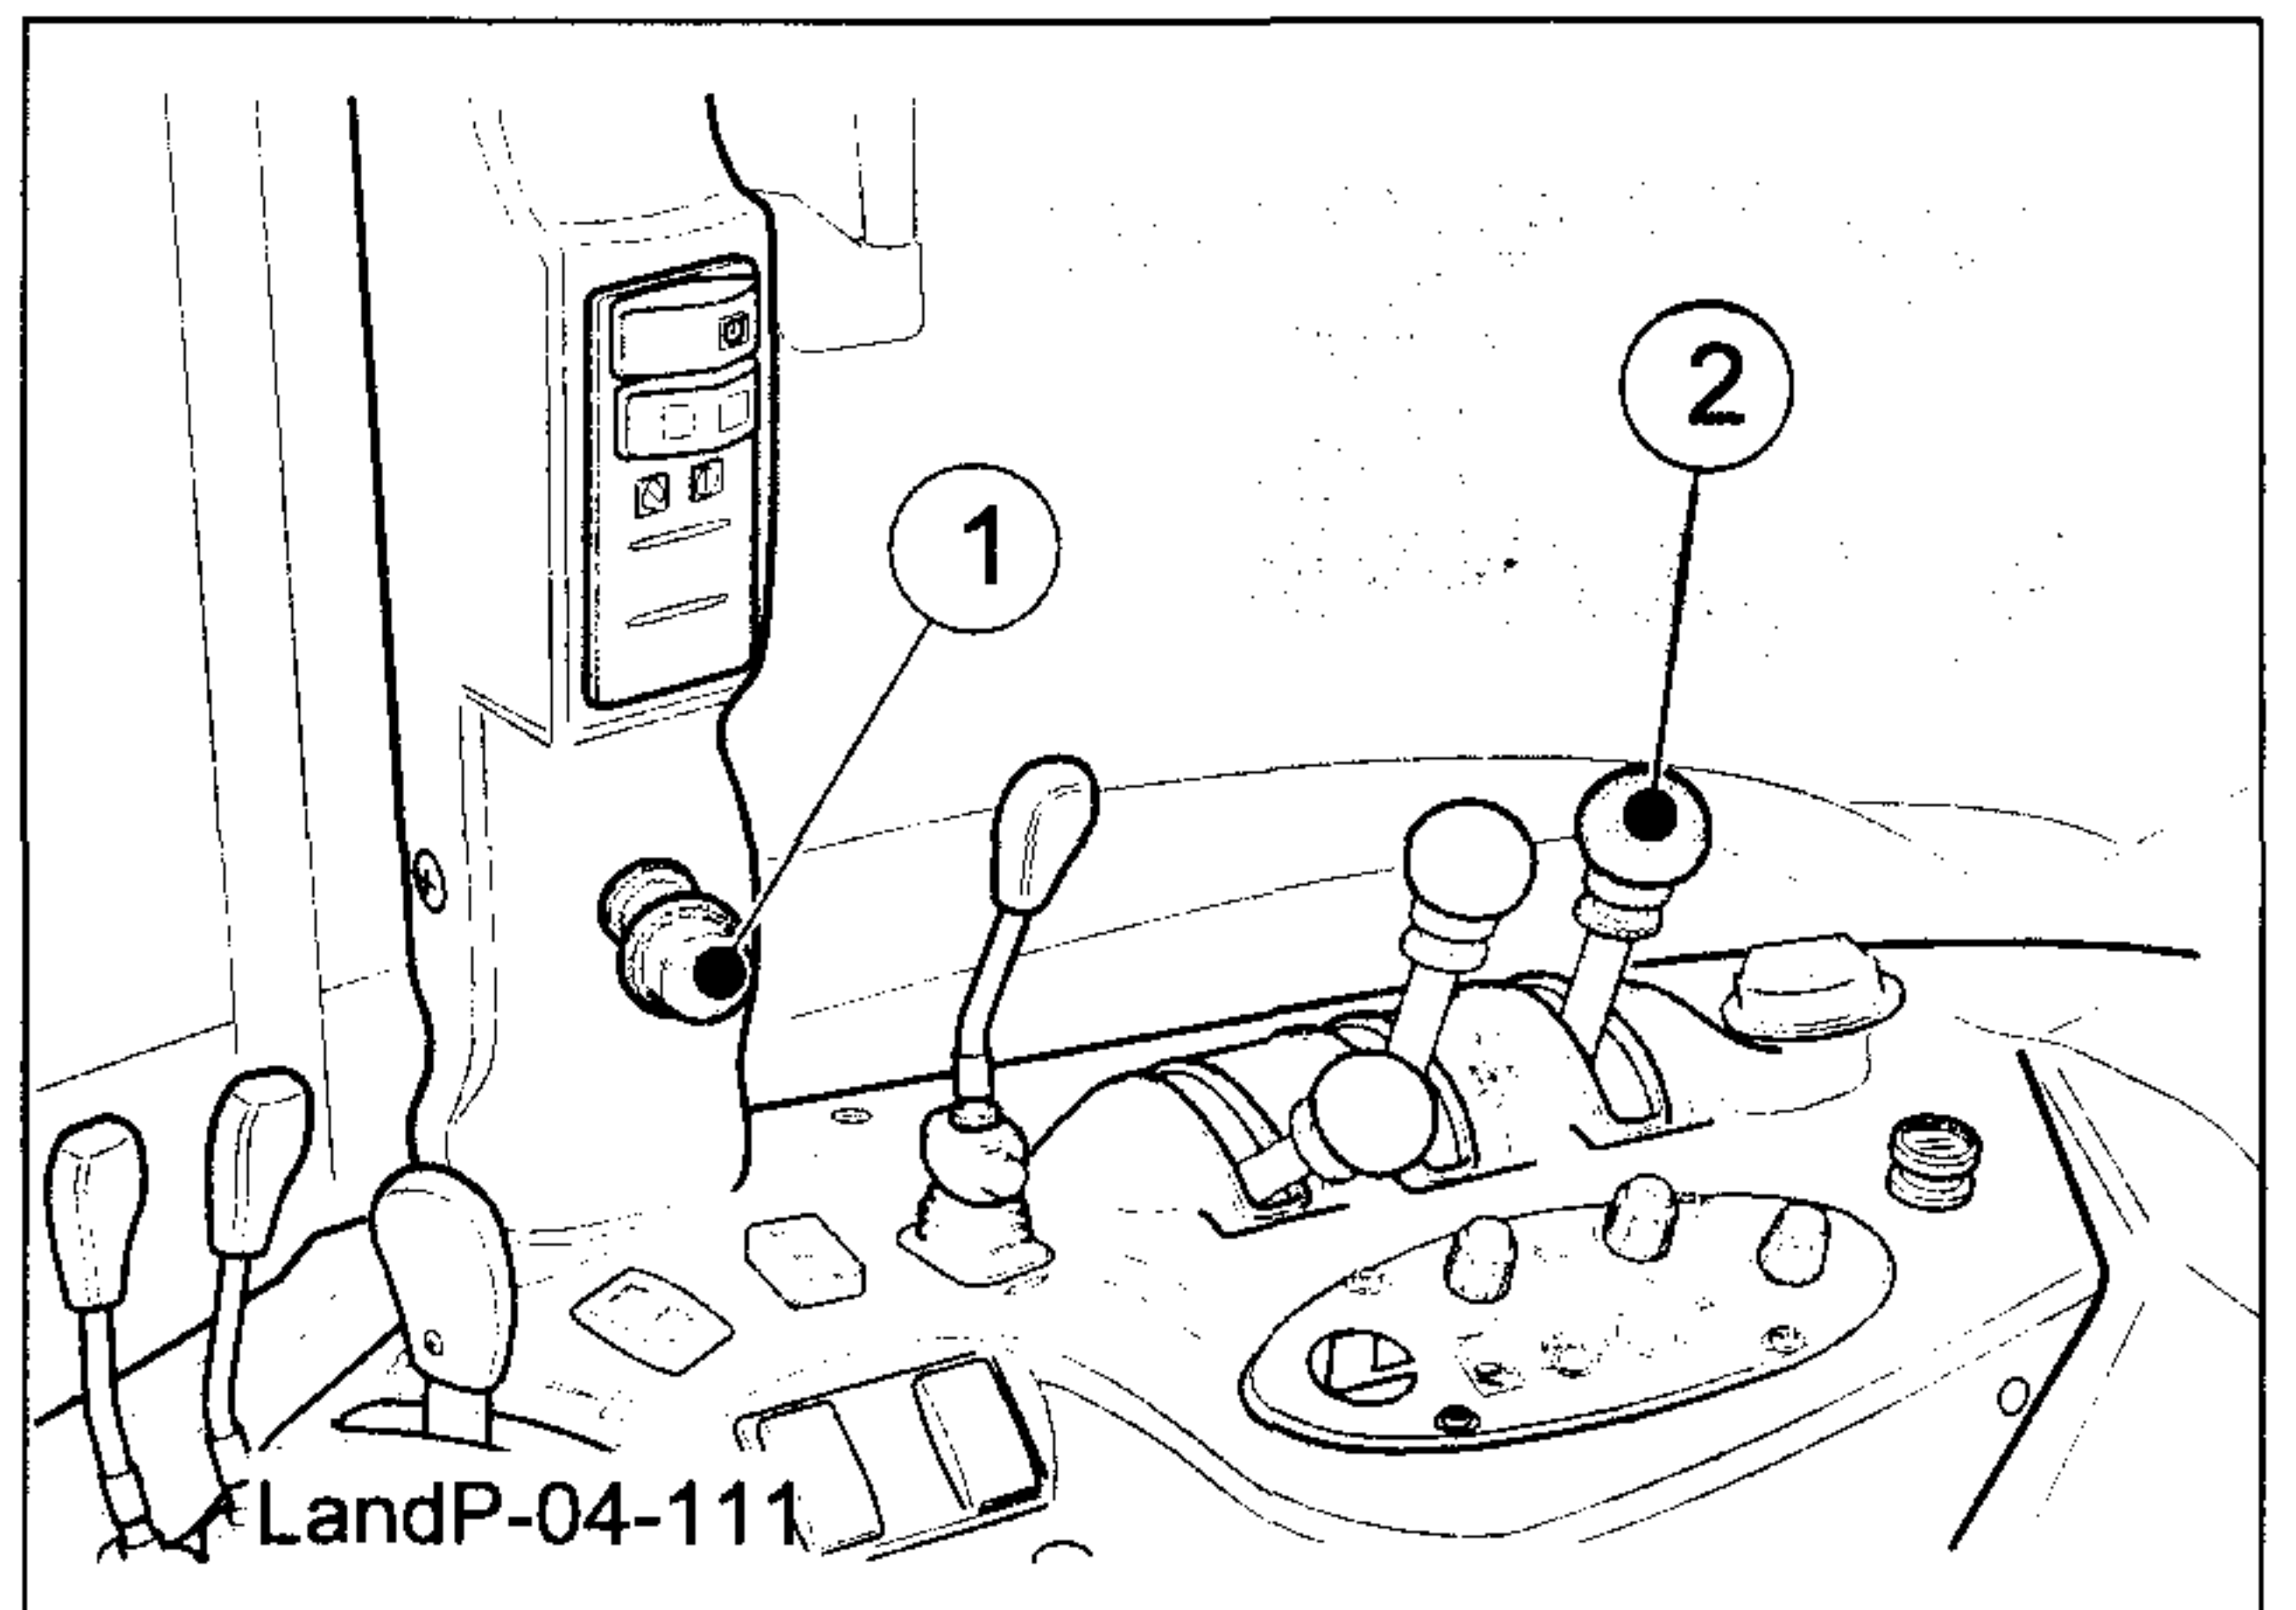

Fig.4-111
- 6A - Toma de Fuerza electrohidráulica - Cerciorarse que el interruptor de conexión de la Toma de Fuerza (1-Fig. 4-111) y la palanca de selección de la velocidad TDF estén desconectados (4-Fig. 4-111).
- 6B - Toma de Fuerza mecánica - Cerciorarse que la palanca de conexión de la Toma de Fuerza (1-Fig.6-110) y la palanca de selección de la velocidad TDF estén desconectados (4-Fig. 4-111).